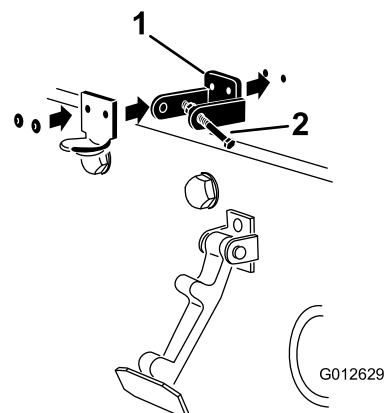

Figure 4
3. Alignez les trous de montage et positionnez le support de loquet CE et le support de loquet de capot sur le capot. Le support de loquet doit être en appui contre le capot (Figure 4). Ne retirez pas le boulon et l'écrou du bras du support de loquet.
5. Rivez les supports et les rondelles sur le capot (Figure 4).